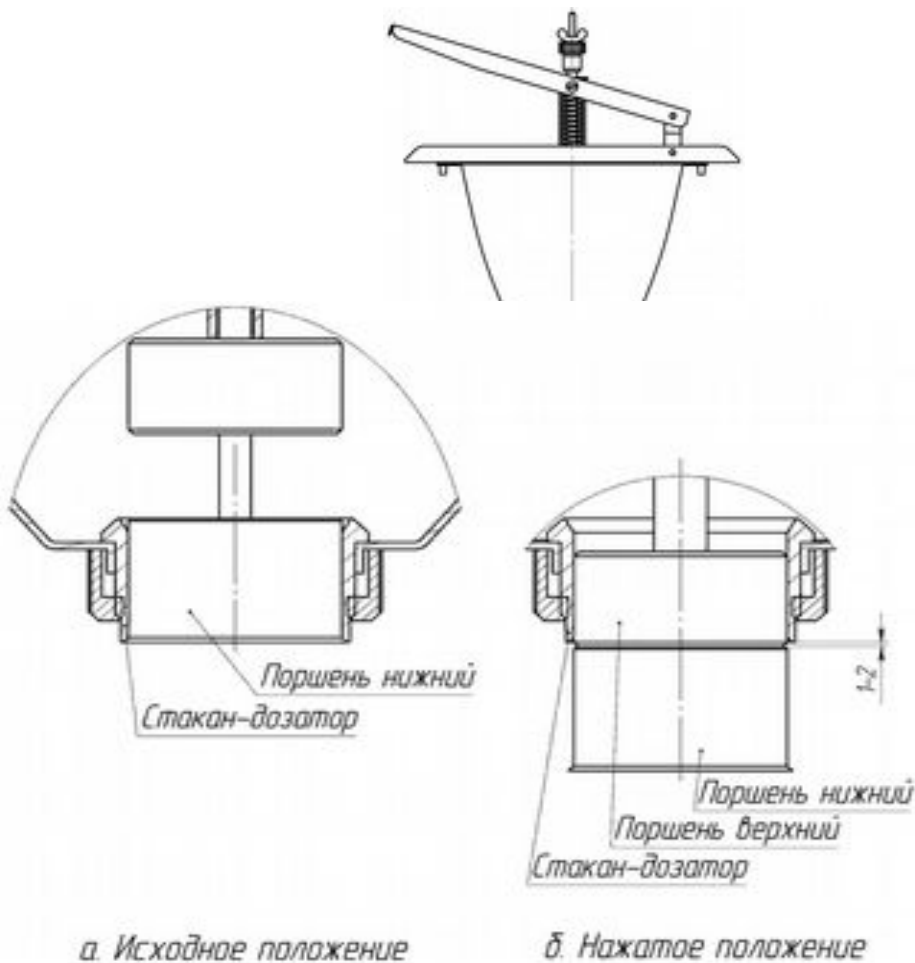

Рис. 2 Положение поршней
1. вывесить дозатор пончикового аппарата, установив его на стойки (7);
2. открутить контргайку (12);
3. открутить гайку (13).
4. проверить втулку (14) (она должна быть закручена до упора).
6. нажать на ручку (11).
7. в нажатом состоянии гайкой (13), закручивая, выбрать зазор между поршнем нижним и поршнем верхним (Рис. 2, б).
8. нажатием и отпусканием ручки (11) проверить следующее:
- при отпущенной ручке (11) магнитный замок между втулкой (14) и гайкой (13) должен быть замкнут (втулка примагничена к гайке).
- при отпущенной ручке (11) поршень нижний плотно прилегает к стакану дозатора (Рис. 2, а).
- при нажатой ручке (11) между поршнем верхним и поршнем нижним зазор отсутствует (Рис. 2, б).
9. зафиксировать гайку (13) контргайкой (12).